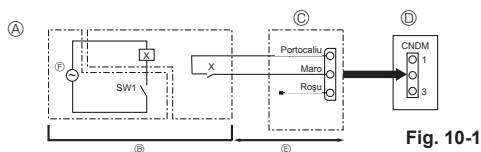

Fig. 10-1
10.1. Modul zgomot redus (modificare la fața locului) (Fig. 10-1)